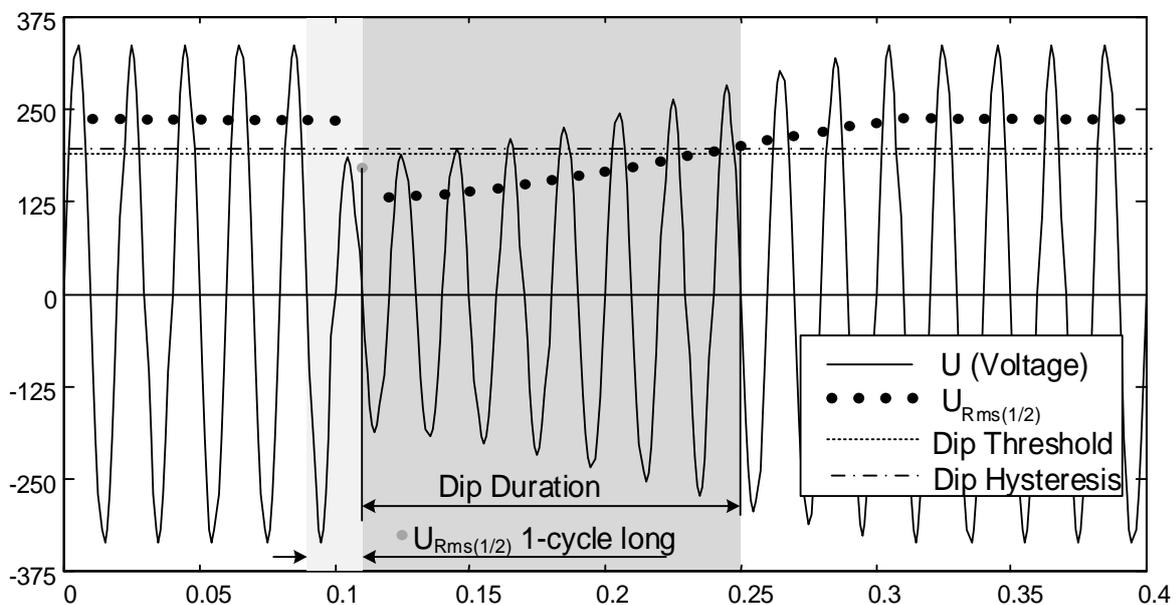
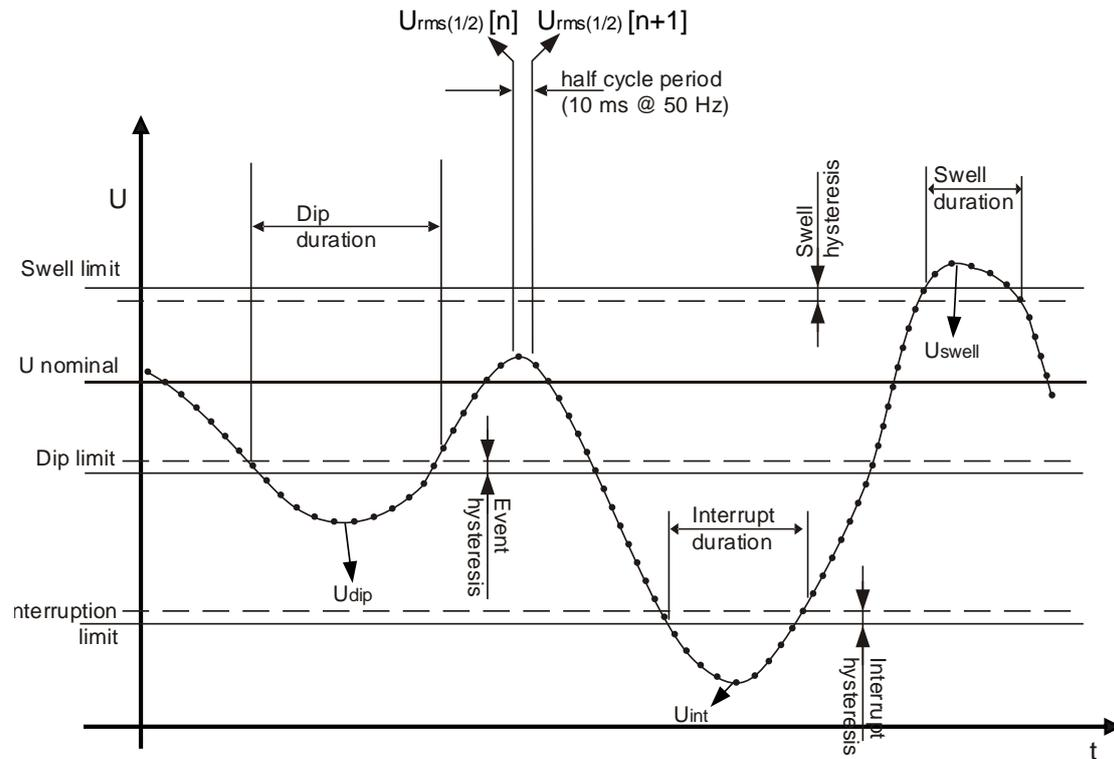

Abbildung 5.9: $U_{Rms(1/2)}$ 1-Zyklus Messung
Abbildung 5.10: Definition der Spannungsereignisse
- Auf Einphasensystemen (Anschlussart: 1W), ein Spannungseinbruch, wenn die Spannung $U_{Rms(1/2)}$ unter den Schwellenwert für den Spannungseinbruch fällt und endet, wenn die $U_{Rms(1/2)}$ -Spannung gleich oder größer als der Schwellenwert für den Spannungseinbruch plus der Hysterese Spannung ist (siehe *Abbildung 5.10*: und *Abbildung 5.9*).
- Auf Einphasensystemen (Anschlussart: 1W), ein Spannungsüberhöhung beginnt, wenn die Spannung $U_{Rms(1/2)}$ über den Schwellenwert für die Spannungsüberhöhung steigt und endet, wenn die $U_{Rms(1/2)}$ -Spannung gleich oder unter den Schwellenwert für den Spannungserhöhung plus der Hysterese Spannung fällt (siehe *Abbildung 5.10:* und *Abbildung 5.9*).
- Bei Einphasensystemen (1W), beginnt eine Spannungsunterbrechung, wenn die Spannung $U_{Rms(1/2)}$ unter den Schwellenwert für die Spannungsunterbrechung fällt und endet, wenn die $U_{Rms(1/2)}$ -Spannung gleich oder größer als der Schwellenwert für die Spannungsunterbrechung plus der Hysterese Spannung ist (siehe *Abbildung 5.10: und* *Abbildung 5.9*).